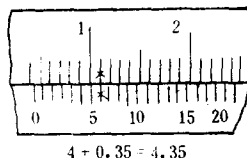

图 1-19 0.05mm游标卡尺的刻线
2) 0.05mm游标卡尺 主尺每小格为1mm，当卡尺两脚合并时，主尺上的19mm 刚好等于副尺上的20格（图1-19），则：